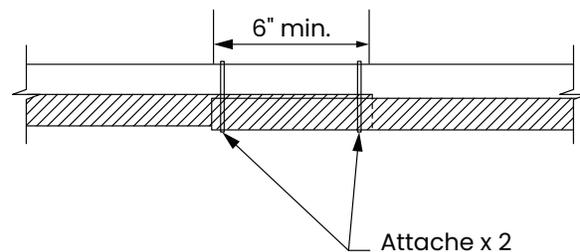

Figure 6-8 : Chevauchements d'attaches
Utiliser les trois (3) attaches incluses pour fixer le support de tuyauterie PEX-a d'Uponor sous le tuyau PEX. Les attaches sont en nylon et offrent une résistance à la traction de 120 lb. Si les attaches sont perdues, utiliser des attaches en nylon offrant une résistance à la traction équivalente ou supérieure. Espacer les attaches de 3 pi (0,9 m) maximum. Consulter la **figure 6-8** pour les chevauchements.